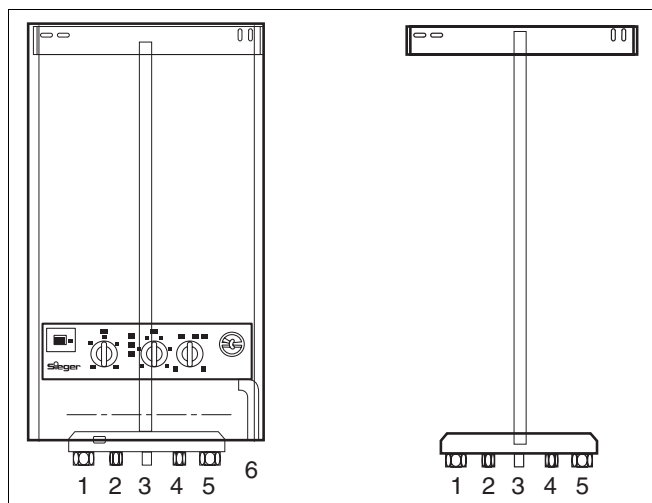

Abb. 7 Montage
- Umlaufwasserheizer auf den Wandhalter hängen (Abb. 7).
Legende für Abb. 7